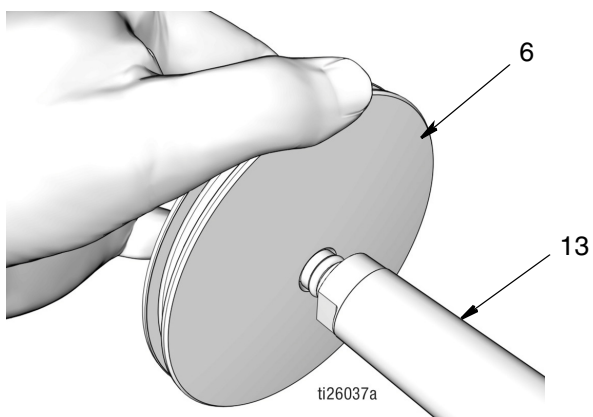

FIG. 48
- Premere il pistone (6) sull'estremità dell'asta del pistone (13) fino a quando non è completamente inserito nell'asta (FIG. 48).